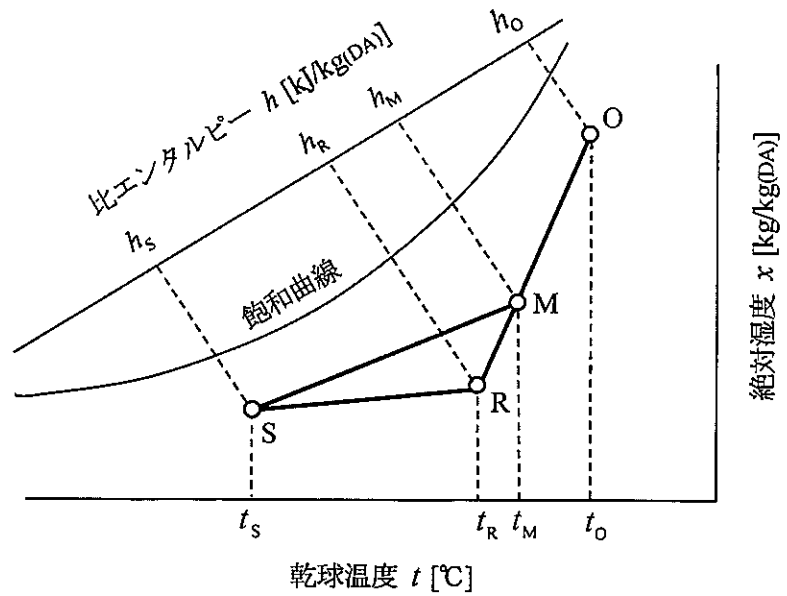

図2 冷房時の空調プロセス
(2) 図2は、冷房時の空気調和のプロセスを湿り空気線図 ($h-x$ 線図) 上に表したものである。ここで、図中の R は室内空気の状態点、S は空調機の吹出し空気の状態点、O は外気の状態点、M は室内空気と外気の混合空気の状態点を示す。また、 kg(DA) は乾き空気の質量を示す。